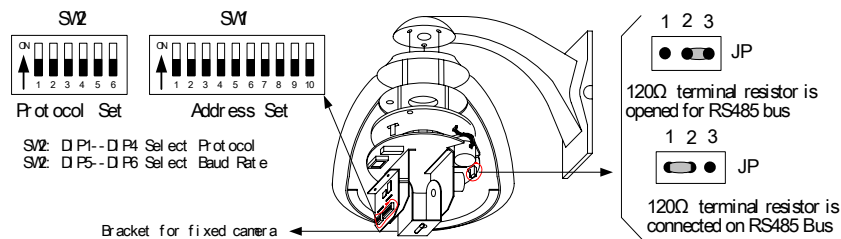

Figura 2
Configurar el número "ID" de domo. Como se muestra en la Figura 2, SW1 se utiliza para establecer la dirección de la cámara 1 - 1023. La codificación de los interruptores DIP-10 a DIP-1 son equivalentes a un binario de 10 bits digitales. La codificación es en hexadecimal siendo el valor del DIP-10 de 512 mientras DIP-1 tiene el valor 1. El estado "ON" de cada bit significa activado, "OFF" significa desactivado. Siendo el ID del domo la suma de los switches activados "ON". El Cuadro siguiente muestra los estados de los interruptores de codificación de algunas direcciones.
la Figura 2, SW2 se utiliza para fijar el protocolo de comunicación y la velocidad en baudios utilizada por la cámara. DIP-4 a DIP-1 de SW2 se utiliza para seleccionar los protocolos, hay 16 protocolos para seleccionar. El cuadro siguiente muestra los estados de los switches de codificación de los protocolos.
4. **Configuración de la velocidad de transmisión en baudios.** Como se muestra en la Figura 2, DIP-6 y DIP-5 de SW2 se utilizan para seleccionar la velocidad en baudios de la comunicación, puede seleccionar entre 4 configuraciones diferentes del ratio de baudios. Si el controlador no estándar adopta baudios, puede ajustar que sea idéntica a la de la máquina principal, según el siguiente cuadro.